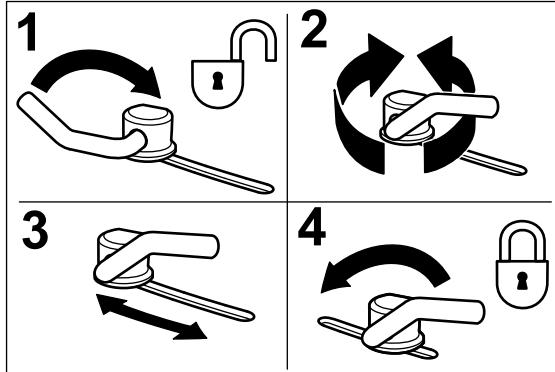

Figura 14
1. Regolate i blocchi delle camme girando la leva verso l'alto per allentare il blocco della camma (Figura 14).
3. Spostate la leva sopra per serrare il deflettore e i blocchi delle camme (Figura 14).